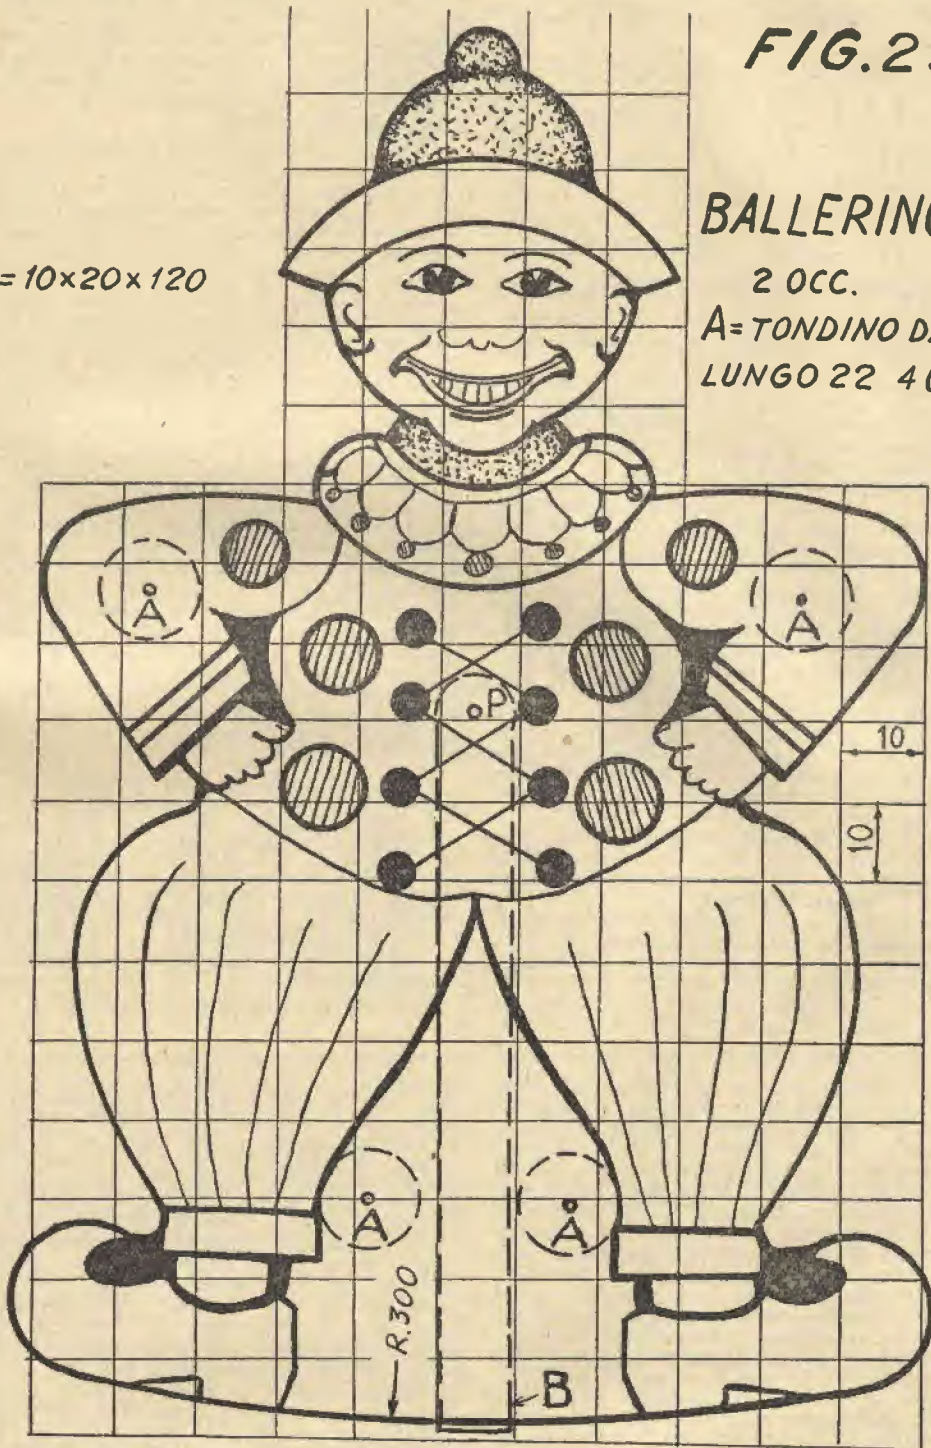

FIG. 23a IL BALLERINO
**I BALLERINI.** — La fig. 23 e lo schema di fig. 23a illustrano una danza comica ed indiatolata.